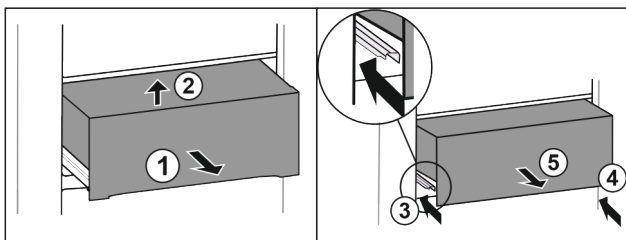

Fig. 36
- ▶ Вытяните выдвижной ящик наполовину. Fig. 36 (1)
- ▶ Приподнимите выдвижной ящик спереди. Fig. 36 (2)
- ▶ Вставьте левую направляющую. Fig. 36 (3)
- ▶ Вставьте правую направляющую. Fig. 36 (4)
- ▶ Извлеките выдвижной ящик движением вперед. Fig. 36 (5)